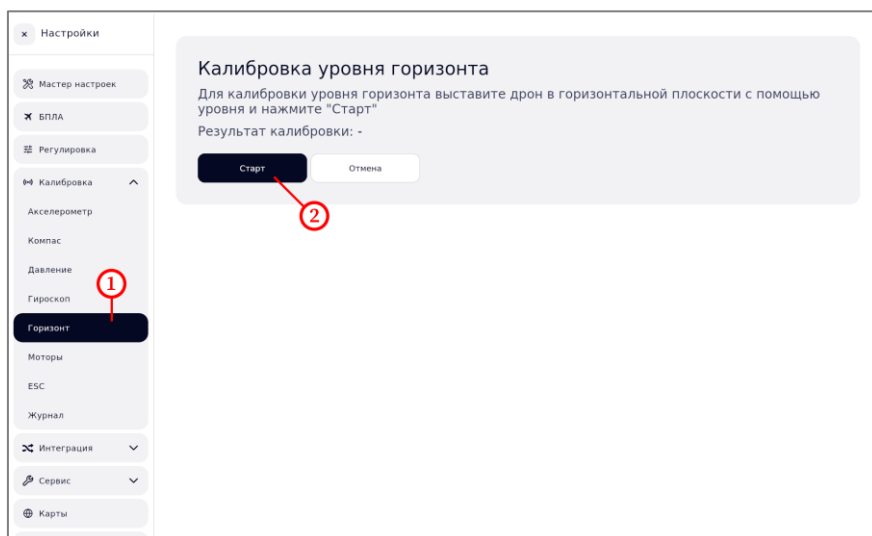

Рисунок 49 – Калибровка уровня горизонта
Необходимо перейти во вкладку «Горизонт» (рисунок 49, шаг 1).
2. Нажать на кнопку «Старт» (рисунок 49, шаг 2). Калибровка выполнится автоматически.